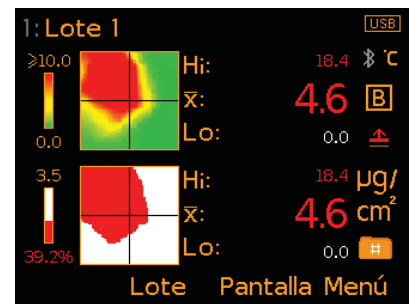

Fig. 8: Mapa de densidad de sal y pasa/fallo de mapa
- **Mapa de densidad de sal^a (Fig. 8);** proporciona una indicación visual de la densidad de contaminación salina sobre el área de prueba. Los niveles de sales solubles se ilustran utilizando un sistema de contornos verdes y rojos; verdes para áreas de concentración salina muy baja o no contaminadas; amarillos para áreas con concentración salina media, y rojos para áreas con niveles de contaminación salina que superan el rango definido de la escala del mapa.